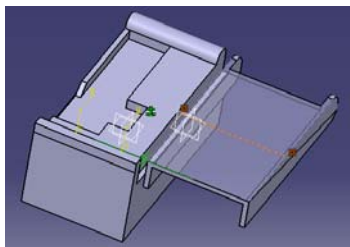

图 5-9
(1) 选择 Part 2 和 Part 3 要接触的面后，点击  键（见图 5-9，5-10）。